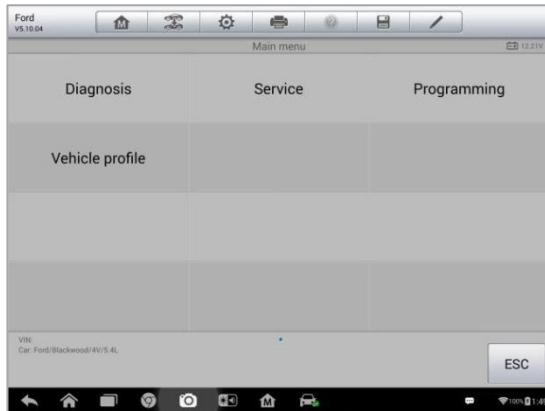

Figura 4-2 Pantalla de Diagnóstico de Vehículo
5. Toque en **Hecho**. El vehículo será identificado en unos pocos segundos, y una vez que el **emparejamiento sea éxito**, el sistema le guiará a la pantalla de Diagnóstico del vehículo directamente. (*Figura 4-2*)
La pantalla de Diagnóstico del vehículo (*Figura 4-2*) tiene 2 opciones principales: